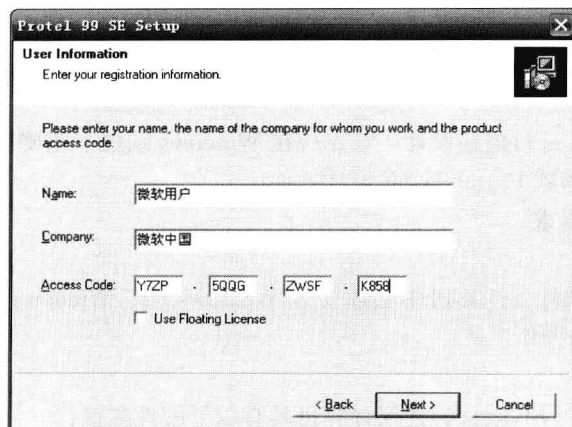
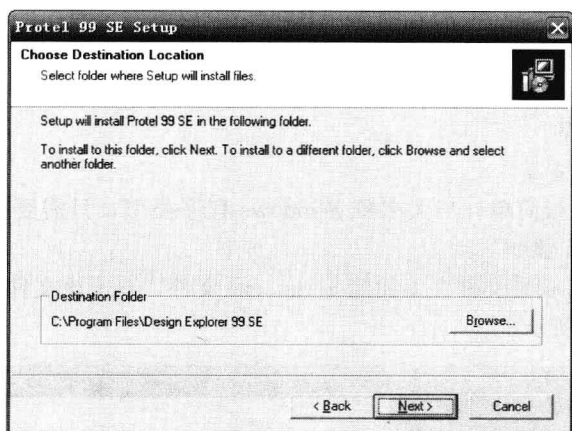

图 1-2 用户名和产品序列号
图 1-3 安装路径设置
(2) 单击“Next”按钮, 会出现如图 1-2 所示的界面, 用户可以分别在“Name”和“Company”文本框中输入注册姓名和公司名称, 在“Access Code”中输入 Protel 99 SE 产品的序列号, 然后单击“Next”按钮, 进入如图 1-3 所示的界面。
(3) 在如图 1-3 所示的界面中会提示当前的安装路径, 可以单击“Browse”按钮进行修改。选择好安装路径, 单击“Next”按钮。